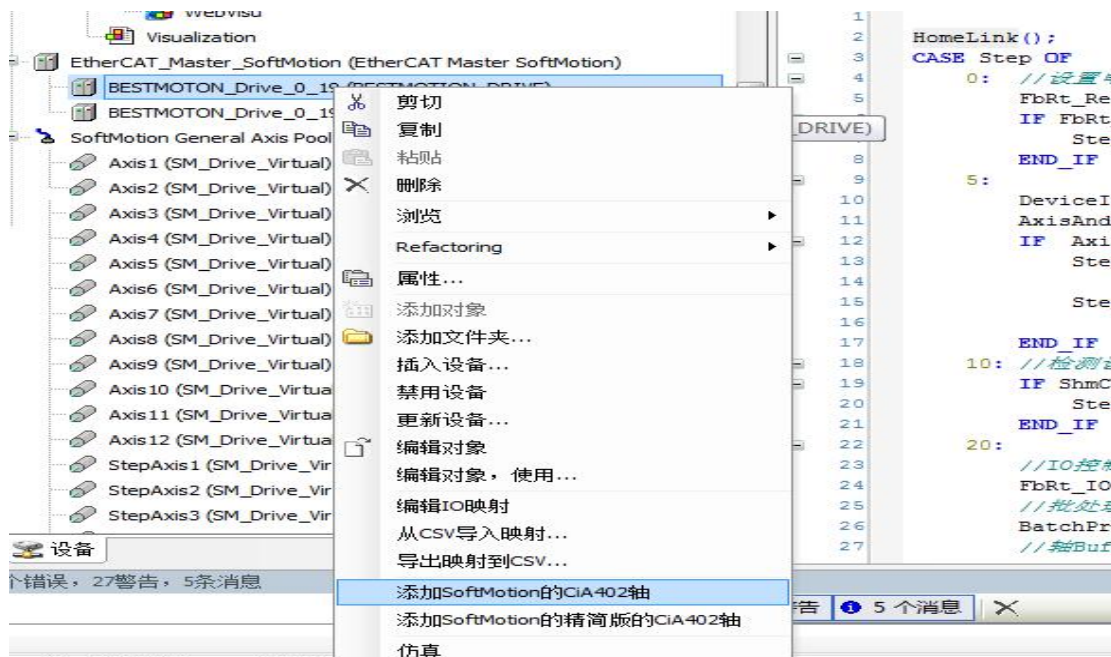

图 2-6-23 CodeSys 工程添加轴
18、添加轴：在驱动器的位置右键选择“添加 SoftMotion 的 CiA402 轴”，如图 2-6-23；